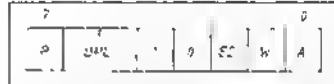

Bild 8.8 Steuerbyte eines Datensegment-Deskriptors
- Codesegmente mit der Eigenschaft *conforming*, zum Beispiel Module des Betriebssystems, können auch von weniger privilegierten Programmen, z.B. Anwenderprogrammen, aufgerufen werden (vergleiche Bild 8.8). Sie passen sich dabei der aufrufenden Privilegeebene an